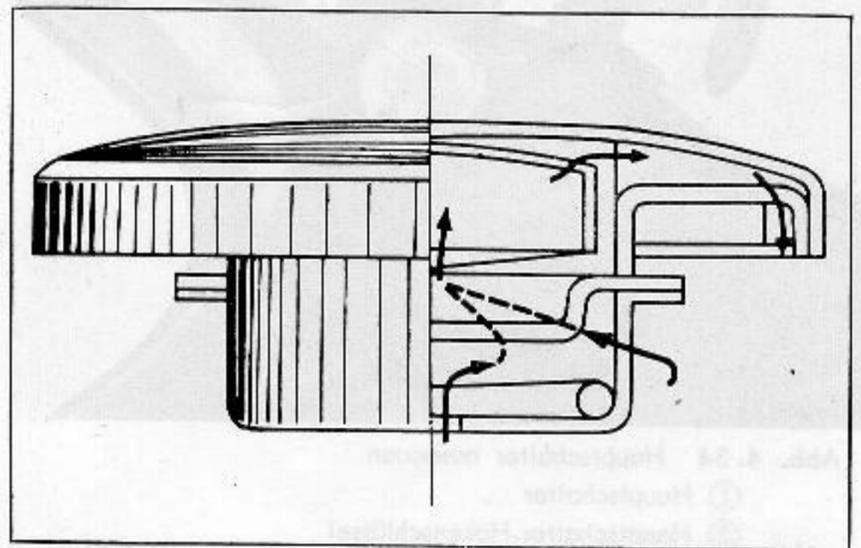

Abb. 4.31 Benzintankverschluß-Querschnitt
- (1) Tank auf Leckstellen untersuchen.
(2) Öffnung im Tankverschlußdeckel auf Verstopfung prüfen. (Abb. 4.31)
(3) Vorderes und hinteres Gummipolster sowie Distanzstücke auf Verschleiß und Beschädigung prüfen.
(4) Benzinhahngehäuse, Dichtring und Sieb auf Beschädigung oder Verformung prüfen.
(5) Benzinhahnschläuche auf Abnutzung und Beschädigung prüfen.